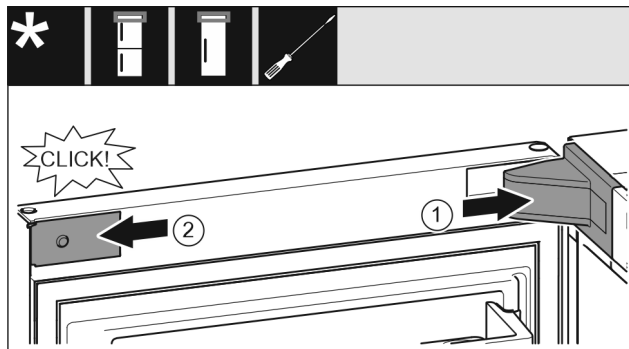

Fig. 40
- Lagerbockabdeckung Fig. 40 (1) aufsetzen und einrasten, ggf. vorsichtig auseinanderdrücken.
- Blende Fig. 40 (2) seitlich ansetzen und einrasten.